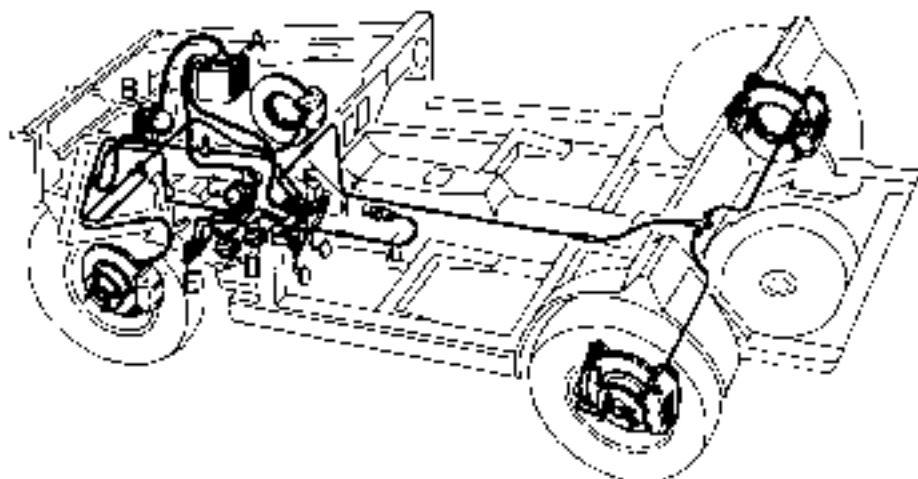

Fig. 2
Dal serbatoio A l'olio passa alla pompa B, che comandata dal motore tramite due valvole, fornisce la pressione a tutto il circuito frenante, un regolatore C opportunamente tarato a circa 175 Kg./cm.² la invia attraverso il raccordo C a due accumulatori D uno per il circuito anteriore e uno per il circuito posteriore, ind. alla valvola dosatrice F comandata dal pedale freno. La spia rossa (N. 11 Fig. 1) posta sopra il cruscotto segna e la mancanza di pressione nel circuito idraulico. Come si vede dallo schema di fig. 2 il sistema frenante è a doppio circuito.
Le système de freinage est réalisé de la façon suivante. Du réservoir l'huile passe à la pompe B, qui, commandée par le moteur à travers deux courroies, fournit la pression à tout le circuit de freinage, un régulateur (C) correctement calibré à 175 Kg./cm.² environ, transmet la pression à travers le raccord E, à deux accumulateurs D (un par le circuit avant et l'autre par le circuit arrière); et ensuite à la soupape de dosage F commandée par le pédale de frein. Le témoin rouge (n. 11 fig. 1) placé sur le tableau de bord signale le manque de pression dans le circuit hydraulique. Comme indiqué par la fig. 2 le système de freinage est à double circuit.
The braking pressure is performed by a pump B operated by the engine by means of two belts a regulator set at C at 175 Kg./cm.², sends it through pipe E to two accumulators D, one for the front, the other for the rear circuit, then to the valve F of the circuit operated by the brake pedal. The red warning light (N. 11 Fig. 1) on the dashboard indicates insufficient pressure in the hydraulic circuit. As in fig. 2 the braking system has two circuits.
Wie aus dem Schema (Abb. 2) ersichtlich, hat das Bremssystem zwei voneinander unabhängige Bremskreise.